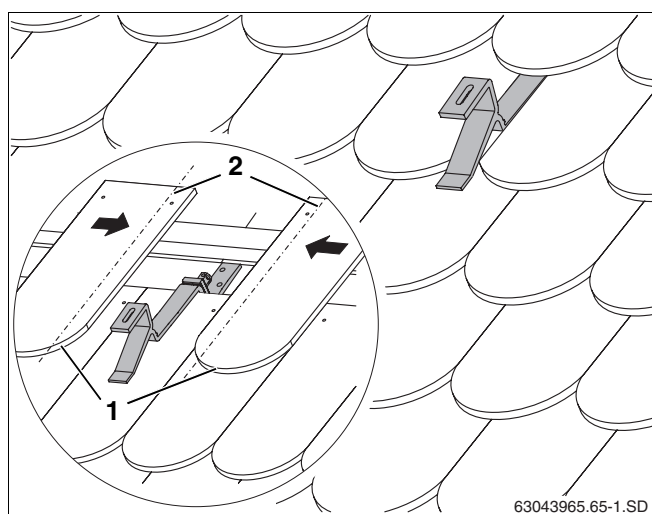

Fig. 20 Gancho para telhados com telhado coberto
- ▶ Cortar as telhas planas adjacentes (fig. 20, **item 1**) (linha pontilhada, fig. 20, **item 2**).